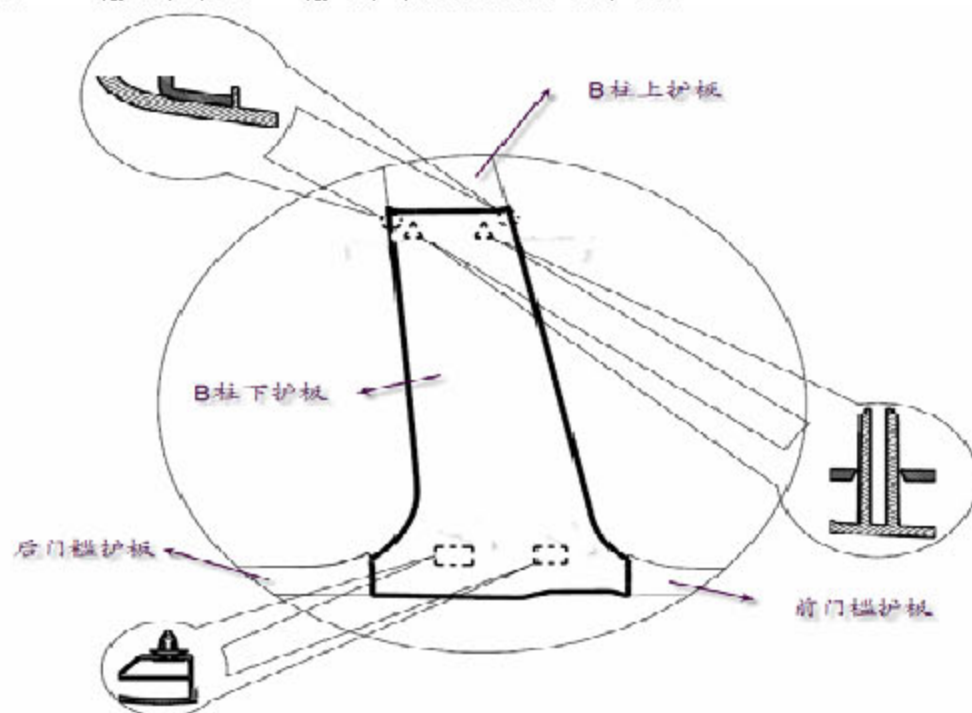

图 4 B 柱下护板拆卸过程
在与上护板配合处用双手在图 4 卡脚处往外掰使其上端与上护板分离,然后使用缠有保护胶带的一字螺丝刀在图 4 卡扣处沿与钣金垂直的方向往外撬出底边使其与钣金分离即可拿下 B 柱下护板。
- B). 把四个塑料卡扣从钣金中拆出，卡扣固定点的位置如图 4 中所标示。